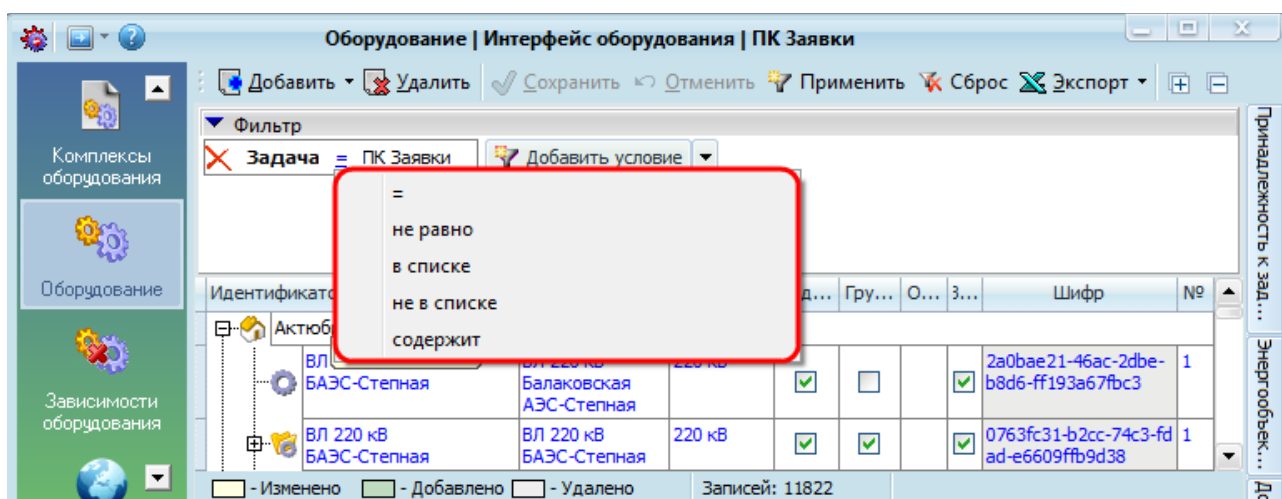

Рисунок 15.26 – Фильтрация по принадлежности к задаче
- **Фильтрация по принадлежности к задаче** (см. раздел «6.6 Определение принадлежности к задаче»). К данному виду фильтрации относится критерий «Задача». В качестве условий фильтрации выступают: «=», «не равно», «в списке», «не в списке», «содержит». В качестве значения фильтрации выбирается значение из справочника (Рисунок 15.26).